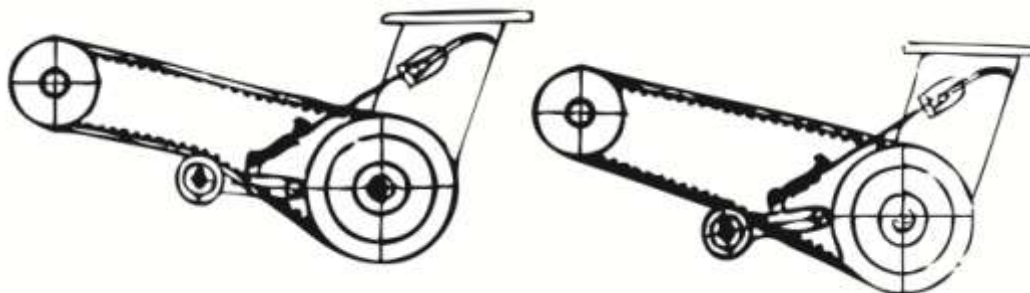

Рис. 2
- Сцепление культиватора относится к ременному типу. Используется ремень и натяжной ролик (См. Рис. 2).